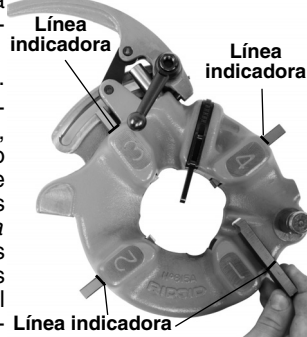

Figura 3 – Inserción de terrajas
6. Introduzca las terrajas apropiadas en el cabezal de terrajas, con el borde que lleva el número orientado hacia arriba, hasta que la línea indicadora esté al ras con el borde del cabezal (vea la Figura 3). Los números en las terrajas deben coincidir con los números en las ranuras del cabezal. Siempre cambie el conjunto completo de terrajas. No mezcle terrajas de distintos conjuntos.